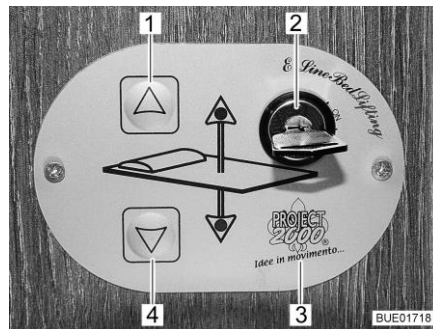

Fig. 147 Elemento de mando
Con las teclas (Fig. 147,1 y 4) en el elemento de mando (Fig. 147,3), se subirá o bajará la cama elevada. Con el interruptor llave (Fig. 147,2), se bloqueará el elemento de mando contra su utilización no autorizada.
- Girar la llave en el interruptor llave (Fig. 147,2) 90° en sentido de las agujas del reloj a la posición "On". El elemento de mando (Fig. 147,3) está activado.
- Pulsar la tecla de flecha (Fig. 147,4) y mantenerla pulsada hasta que la cama elevada haya bajado a la posición deseada.
- Pulsar la tecla de flecha (Fig. 147,1) y mantenerla pulsada hasta que la cama elevada haya subido a la posición final.
Si la cama elevada ya no se deja desplazar con las teclas de flecha (Fig. 147,1 y 4), controlar primero los fusibles (véase apartado 9.10.1). Si los fusibles están en orden y la cama elevada no se deja desplazar a pesar de esto, se podrá manejar la cama elevada en forma manual.